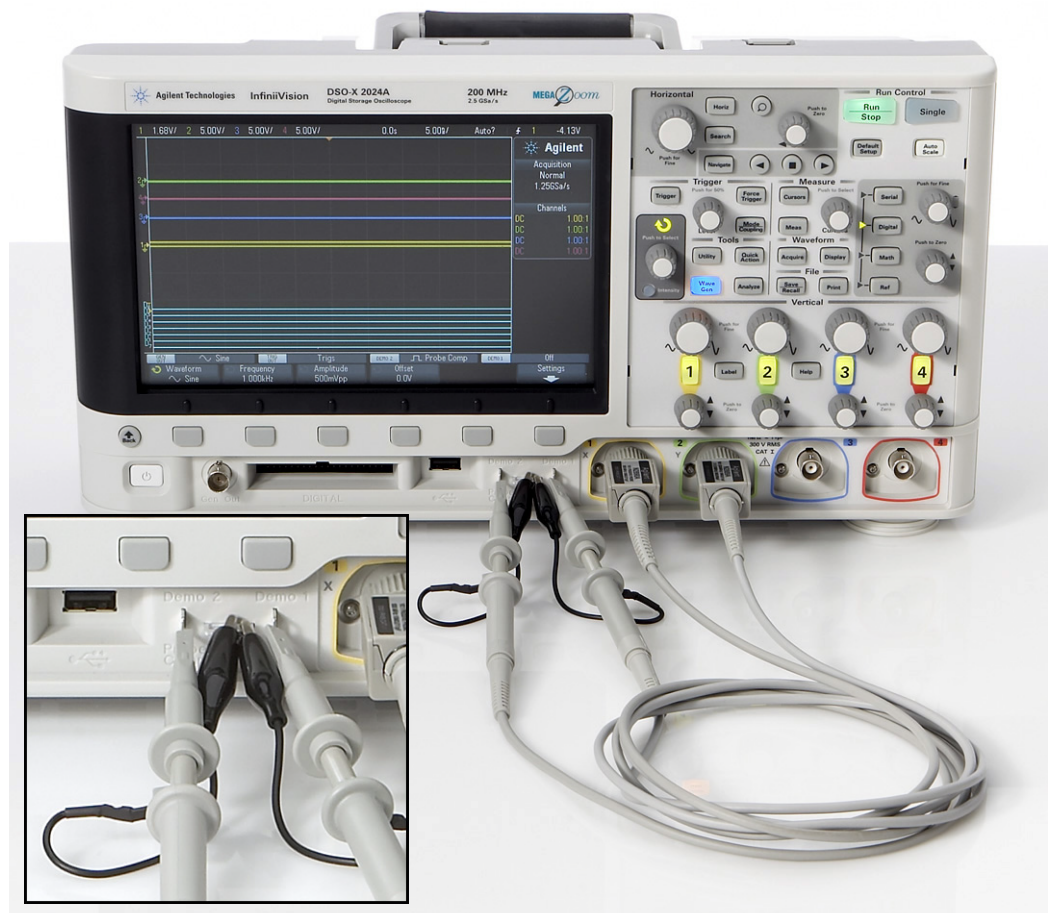

図8 チャンネル1/チャンネル2入力とトレーニング信号の出力端子間のプローブの接続
- 1 図8のように、チャンネル1入力BNCと“Demo1”端子を1本のオシロスコープ・プローブで接続します。このプローブのグランド・クリップを中央端子（グランド）に接続します。
- 2 図8のように、チャンネル2の入力BNCと“Demo2”端子をもう1本のオシロスコープ・プローブで接続します。このプローブのグランド・クリップを中央端子に接続します。